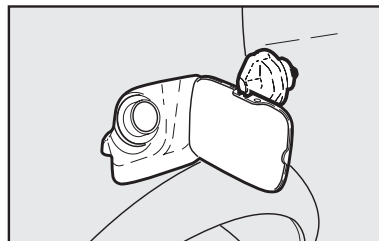

fig. 141
- Luego de retirada la tapa de su alojamiento, colóquela en el soporte sobre la puerta **fig. 141**.